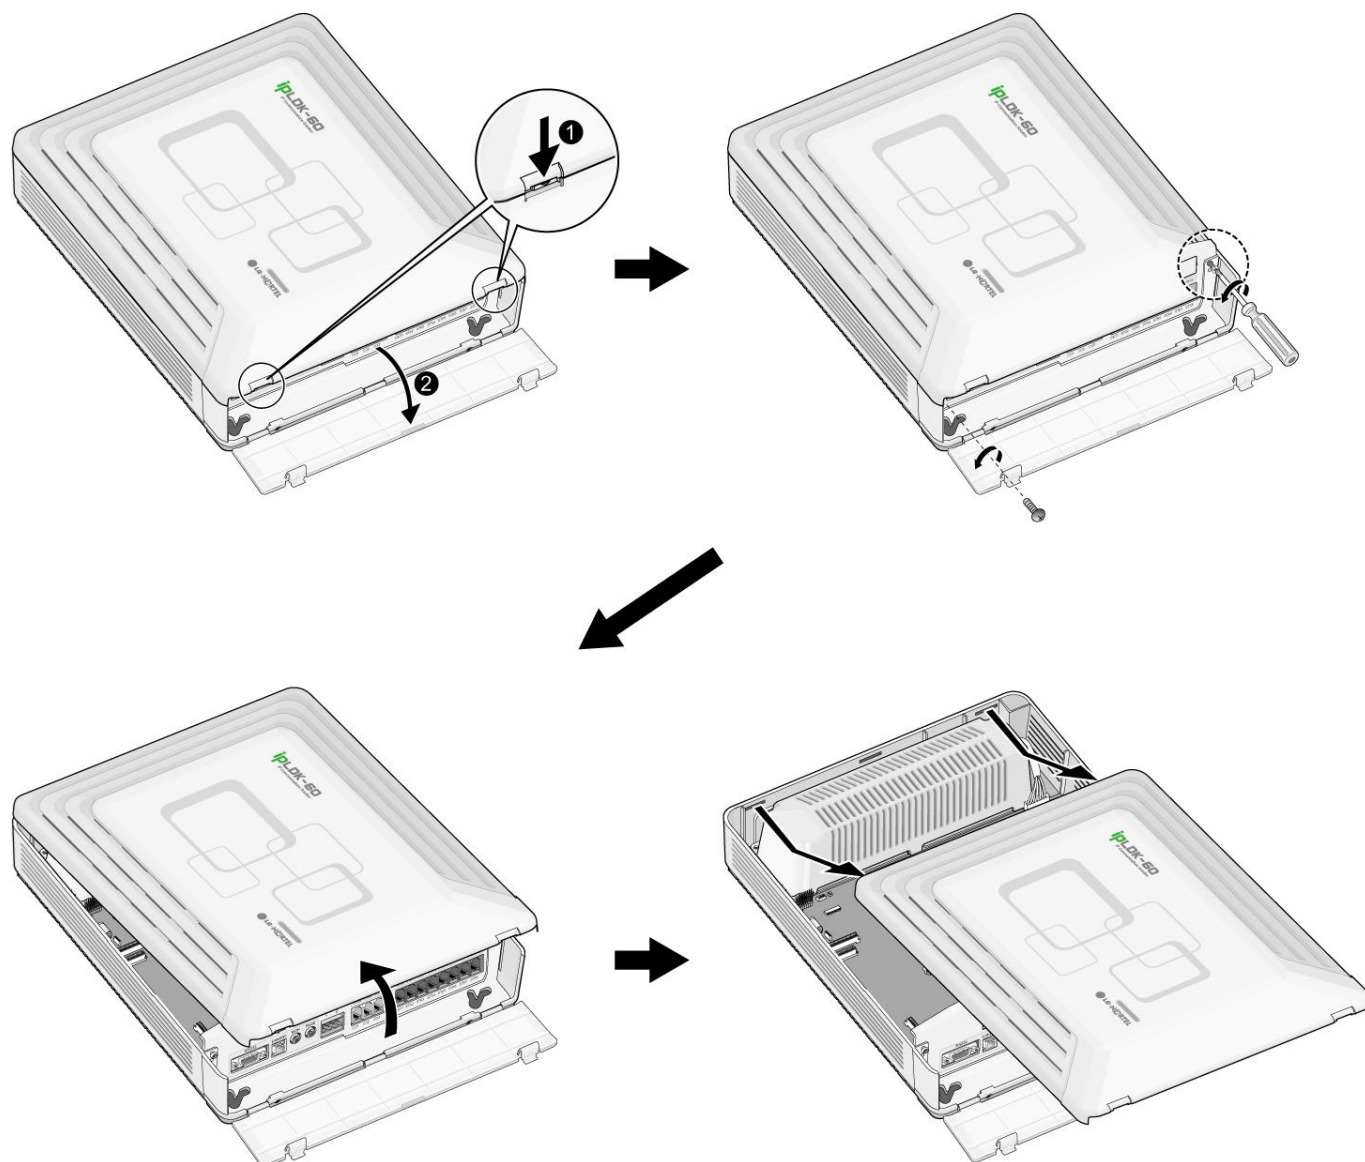

Рис. 3.2.3.1 Снятие лицевой панели
1. Наденьте лицевую панель на системный блок, как показано на рис. 3.2.3.2, совместив при этом выступы панели с пазами в системном блоке.